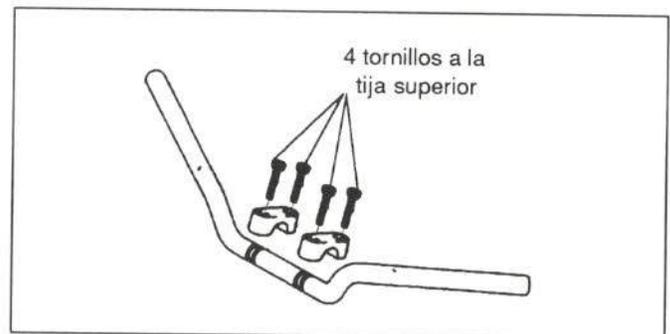

Figura 27.- Fijación del manillar
- Manillar con sus elementos (figura 27)
- Manillar (figura 27)